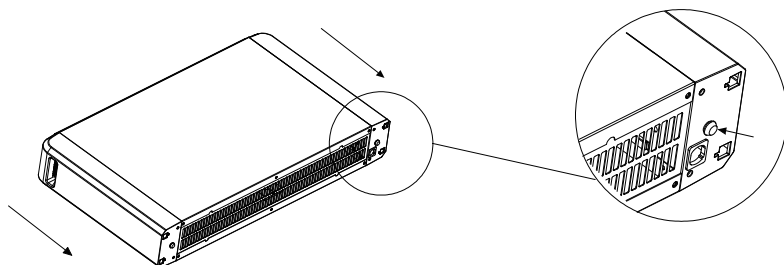

Fig.1
1. Bruk en skrutrekker til å fjerne de to skruene nederst på produktet.(Fig. 1)